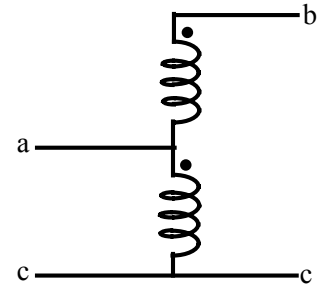

Figura 2.3
2.44.- En la Figura 2.3 se puede ver el esquema de un autotransformador de 10 kVA, 440/220 volt, 50 Hz. Los datos obtenidos en las pruebas de vacío y cortocircuito se indican en la Tabla 2.9: